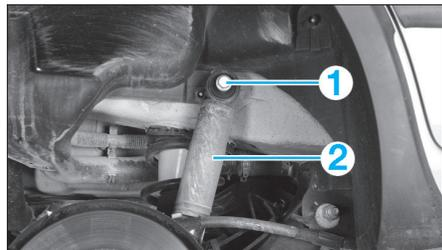

FIG. 24
- Dévisser la vis de fixation supérieure (1) de l'amortisseur (2) (Fig.24).